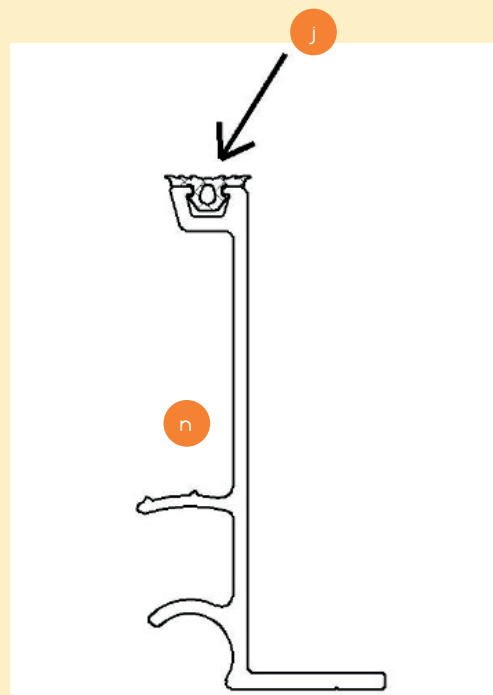

Abb. 2
- 1.6 Drücken Sie die mitgelieferte Dichtung (j) auf der ganzen Länge des Balkenträgers (n) (gilt nicht für SUPREMELINE) siehe Abb.:2